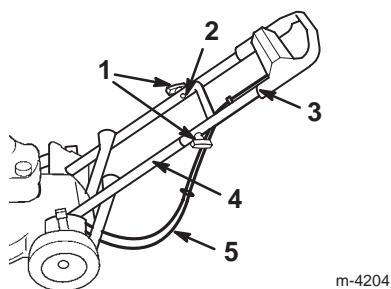

Figure 3
4. Support de montage (2)
5. Glissez la partie supérieure du mancheron sur la partie inférieure de sorte qu'elles s'adaptent parfaitement (Fig. 3).
6. Les câbles doivent passer sous et derrière la partie inférieure du mancheron, comme indiqué à la Figure 3.
7. Fixez la partie supérieure du mancheron à la partie inférieure à l'aide de 2 boulons à tête profilée et de 2 boutons (Fig. 3).